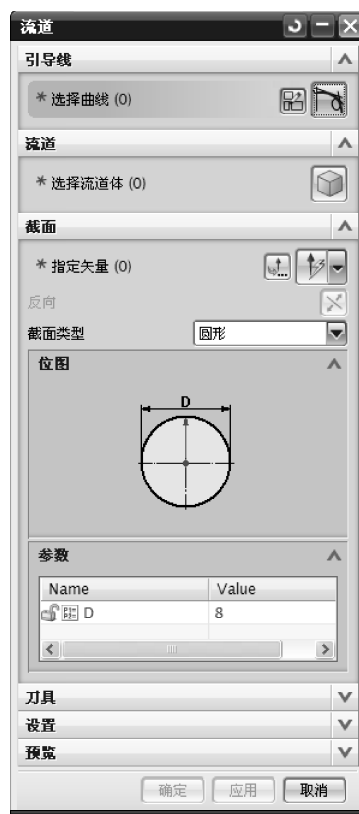

图 10-71 【流道】对话框
(1) 单击注塑模设计模块工具栏中【流道】按钮, 弹出如图 10-71 所示【流道】对话框。
(2) 在图 10-71 所示【流动】对话框中, 单击【绘制截面】按钮, 弹出如图 10-72 所示的【创建草图】对话框, 同时在绘图区提示选择分型面为草图平面, 在【创建草图】对话框中单击【确定】按钮, 切换到草图状态。
(5) 在图 10-71 所示【流动】对话框中, 选择流道【截面类型】为【圆形】, 修改圆形直径为 5, 单击【应用】按钮, 创建流道实体。